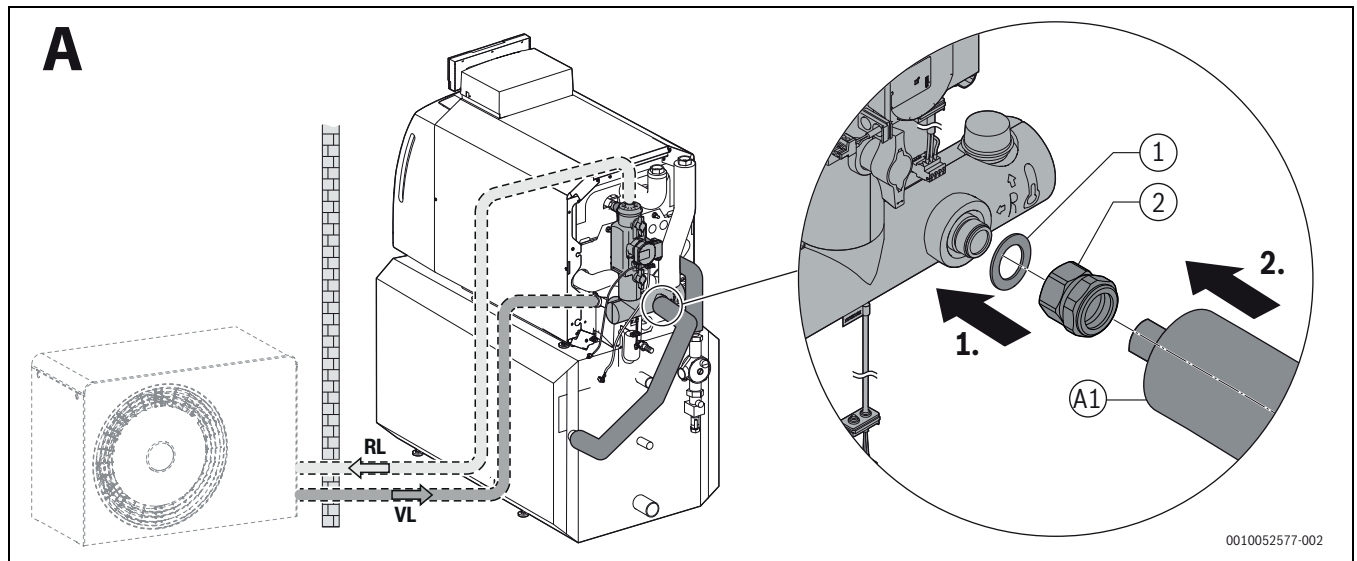

Fig. 7 Montaggio collegamento di un bollitore orizzontale, variante A, illustrazione riferita a titolo di esempio a una caldaia da 18 kW
Per l'installazione con bollitore orizzontale, **variante A** (→fig. 7), può essere necessario accorciare i tubi di raccordo.
- Accorciare e installare i tubi come illustrato in fig. 7.